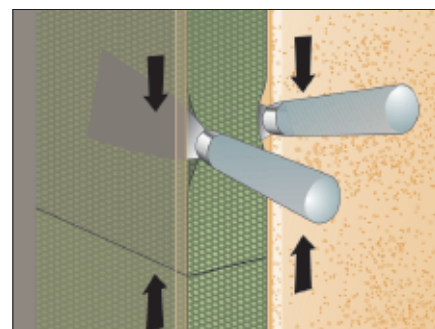

Bild 2: Stumpfstoß im Massivbau
- Nasse Fugen können die, als Montagehilfe dienende, Selbstklebung neutralisieren. In diesem Fall kann illbruck illmod 600 bis zur Aufgehzeit mit Keilen fixiert werden (Bild 2).